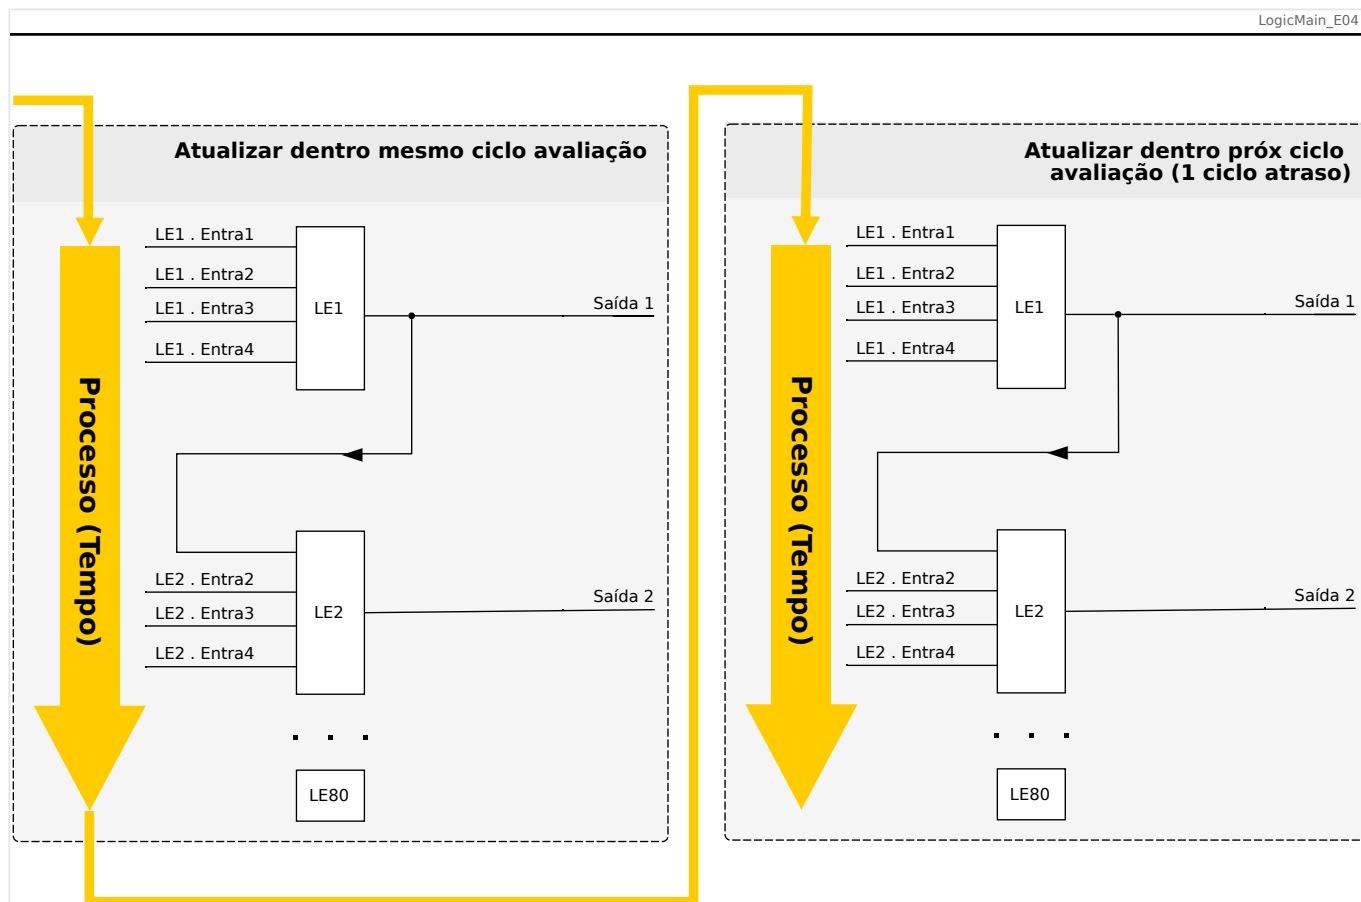
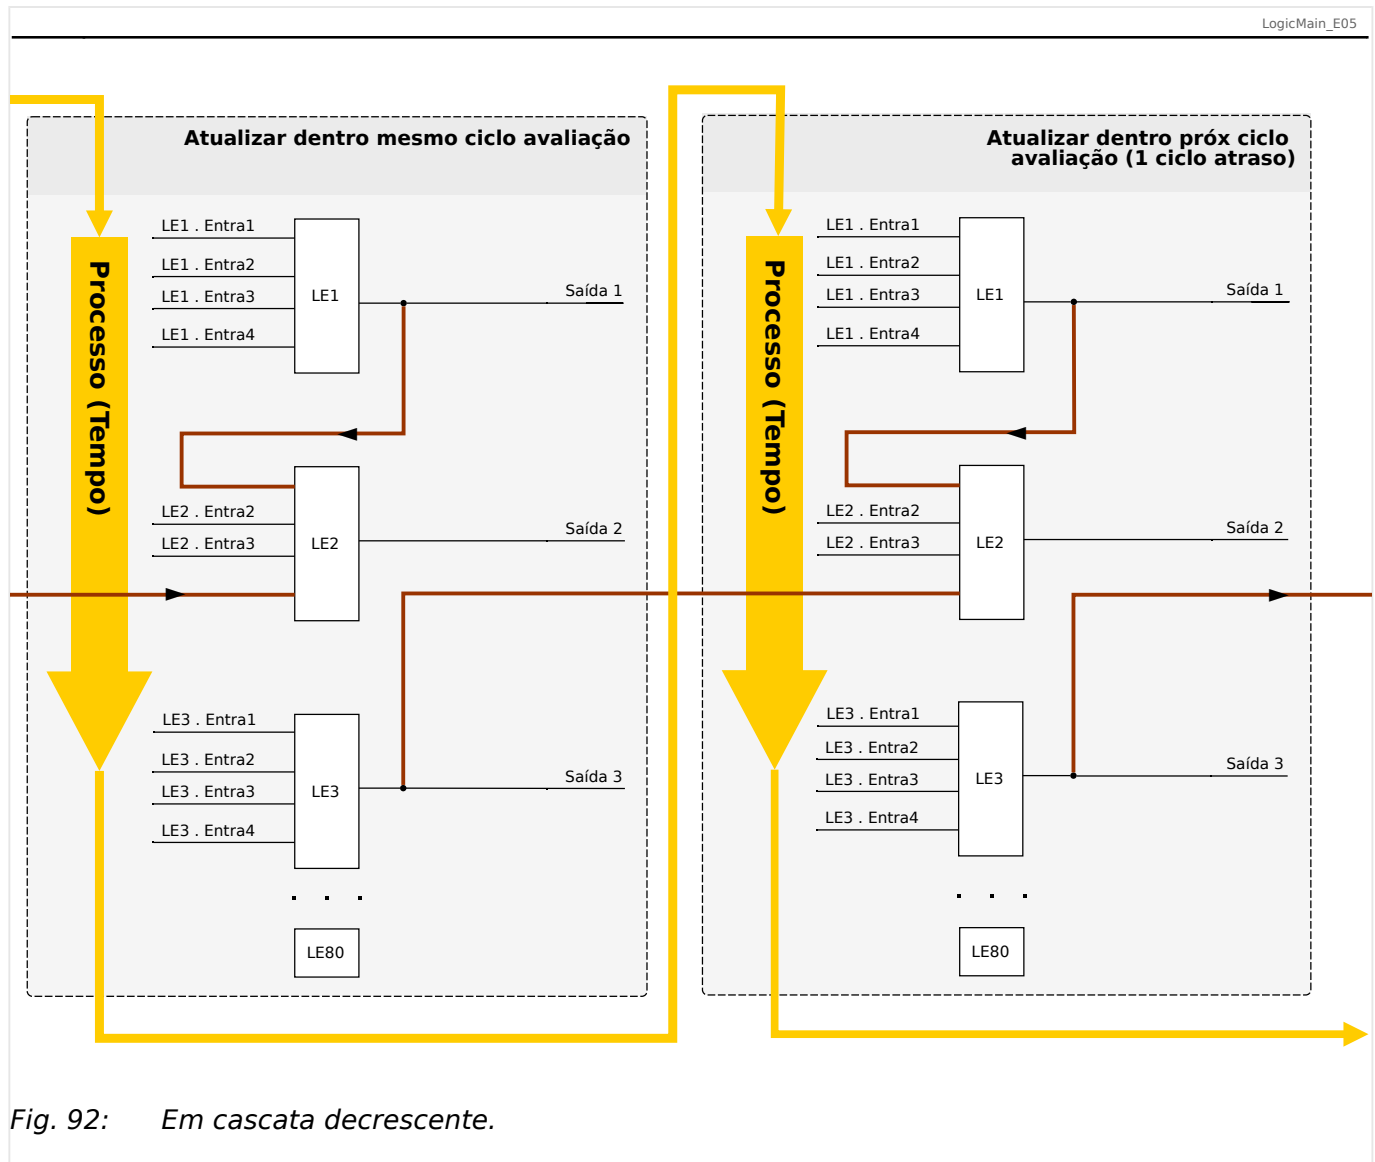

Fig. 91: Em cascata crescente.
Fig. 92: Em cascata decrescente.
- Sequência **ascendente** significa que alguma saída é alimentada na entrada de uma equação lógica com o número **mais alto**. Por exemplo, o diagrama  Fig. 91 abaixo mostra um exemplo em que o resultado da Equação Lógica LE1 é usado como uma entrada da Equação Lógica LE2.
- Sequência **descendente** significa que alguma saída é alimentada na entrada de uma equação lógica com número **mais baixo**. Por exemplo, o diagrama  Fig. 92 mostra um exemplo em que o resultado da Equação Lógica LE3 é usado como uma entrada da Equação Lógica LE2.
Tanto a sequência ascendente como a descendente podem ser usadas e combinadas entre si, sem diferença imediata. Contudo, devido à avaliação de todas as equações em ordem ascendente, os valores de tempo de execução reais que são alimentados na entrada de uma equação terão uma “idade” diferente, como mostrado em  Fig. 91 e  Fig. 92 abaixo.
No exemplo mostrado em Fig. 92 acima, a “Equação Lógica 2” usa os estados de saída de duas outras equações, “Equação Lógica 1” e “Equação Lógica 3”. O resultado da “Equação Lógica 1” é usado em ordem ascendente e, portanto, foi avaliado dentro do mesmo ciclo do processo. O resultado da “Equação Lógica 3” é usado em ordem descendente e, portanto, foi avaliado dentro do ciclo de processo anterior.